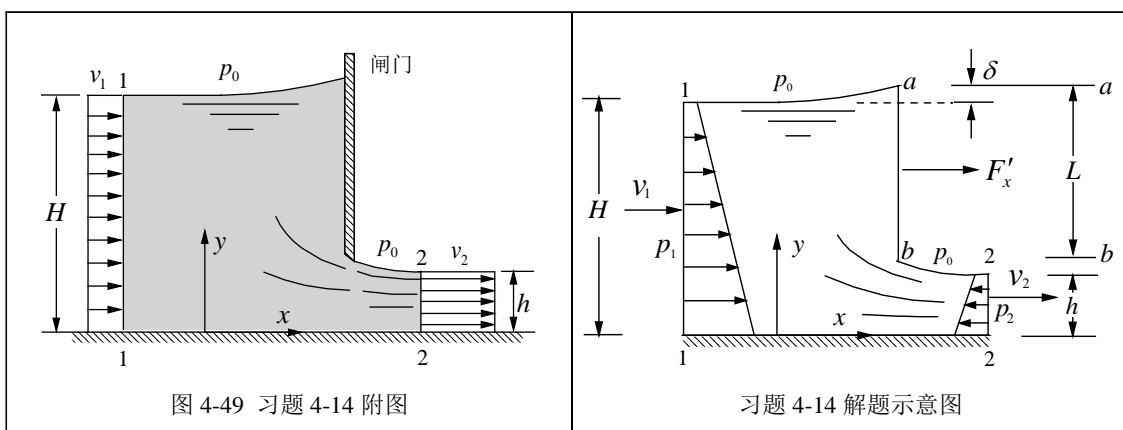

图 4-49 习题 4-14 附图
**4-14** 图 4-49 所示为明渠中水流经过闸门的情况。设流体按理想不可压缩流体考虑，即流动无摩擦和阻力损失，流体密度为  $\rho$ 。在 1-1 和 2-2 截面上，水流速度  $v_1$ 、 $v_2$  分布均匀，压力沿高度的分布为